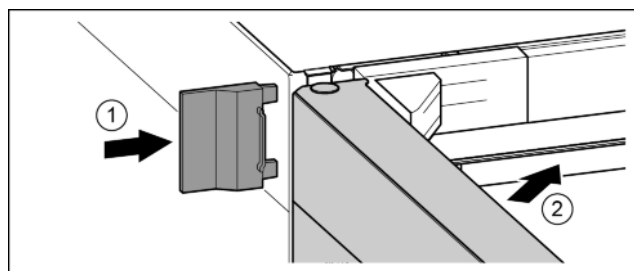

Fig. 25
- ▶ Vnější kryt nasuňte. Fig. 25 (1)
- ▶ Zavřete horní dveře. Fig. 25 (2)